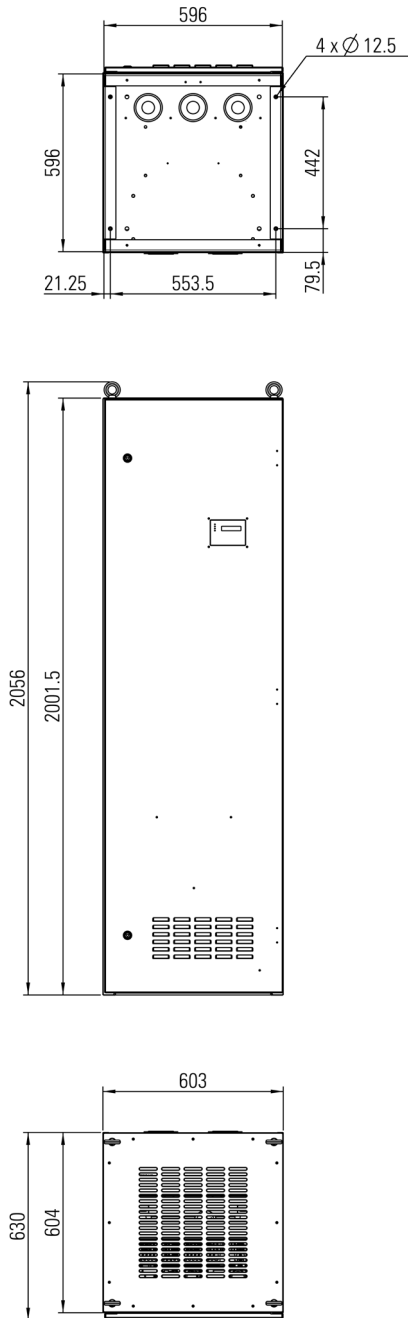
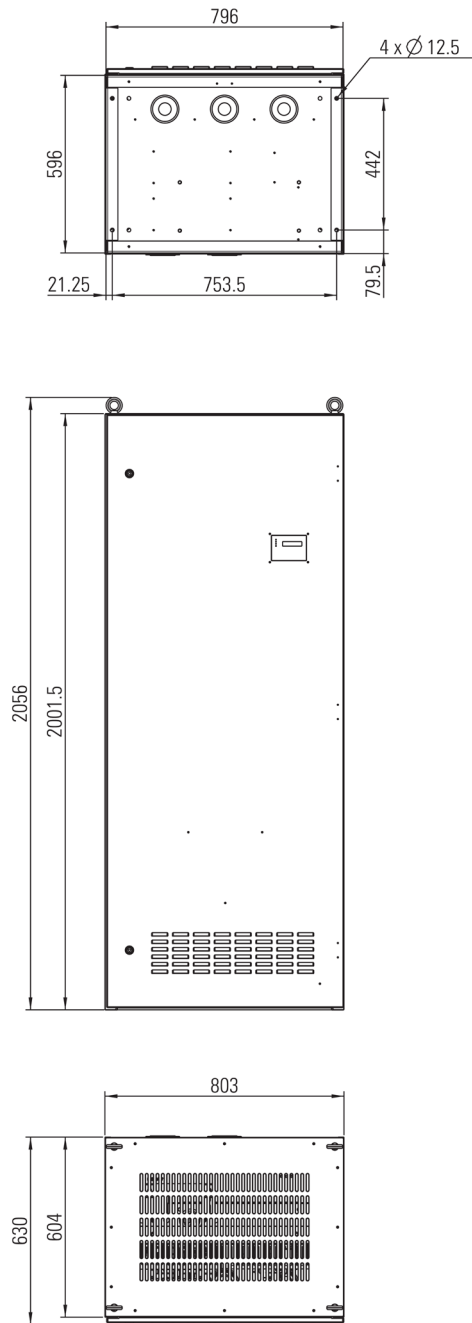

Fig. 8. Dimensões do armário: 630 mm x 605 mm x 2115 mm.
Fig. 9. Dimensões do armário: 630 mm x 805 mm x 2115 mm.
- ❑ O armário normalizado fornecido é do tipo rack com base de 600 mm x 600 mm (ver Fig. 8) ou de 600 mm x 800 mm, (ver Fig. 9).